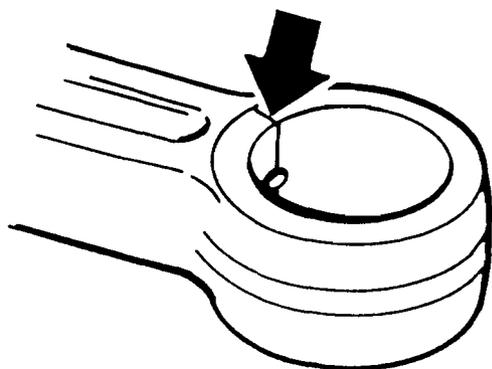

Fig. 112 55630
**Nota:** Controlar que el casquillo coincide con el canal de aceite de la biela, véase fig. 112.